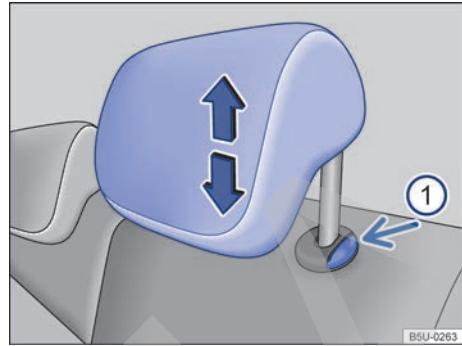

Fig. 45 Ajustar el apoyacabezas trasero.
- Empujar el apoyacabezas hacia arriba en el sentido de la flecha ⇒ fig. 45 (A) o con la tecla ⇒ fig. 45 (B) presionada, empujar hacia abajo ⇒ .